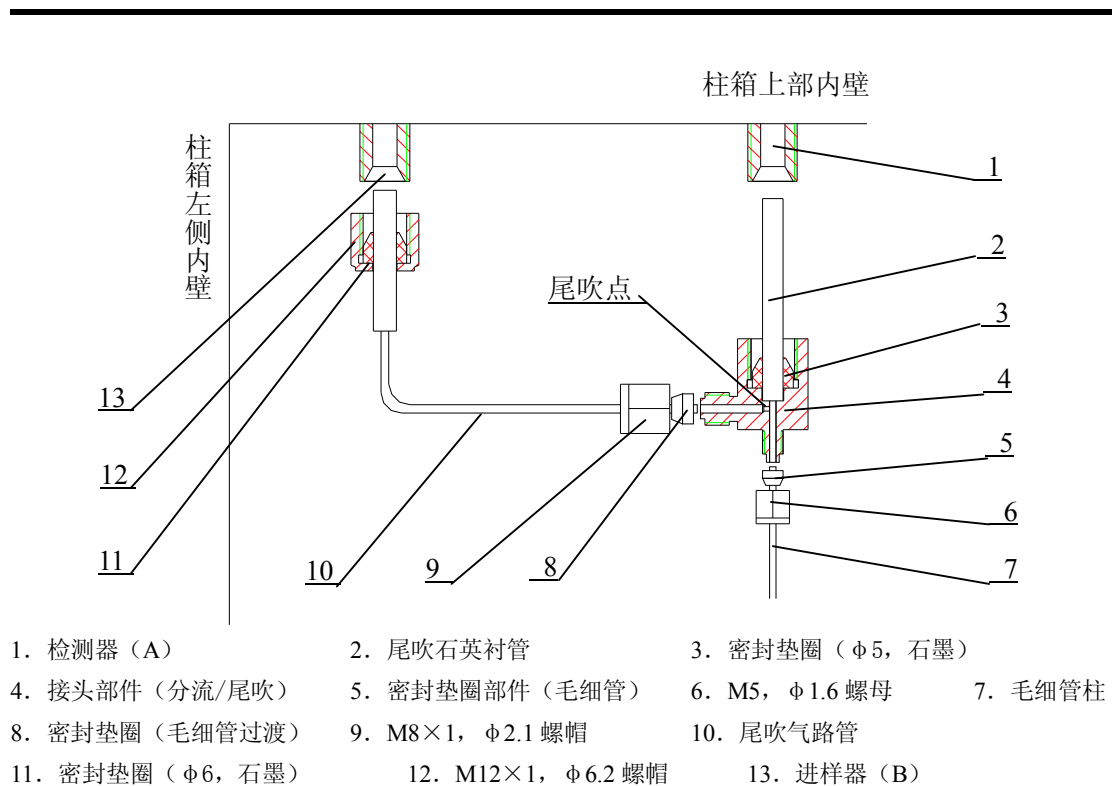
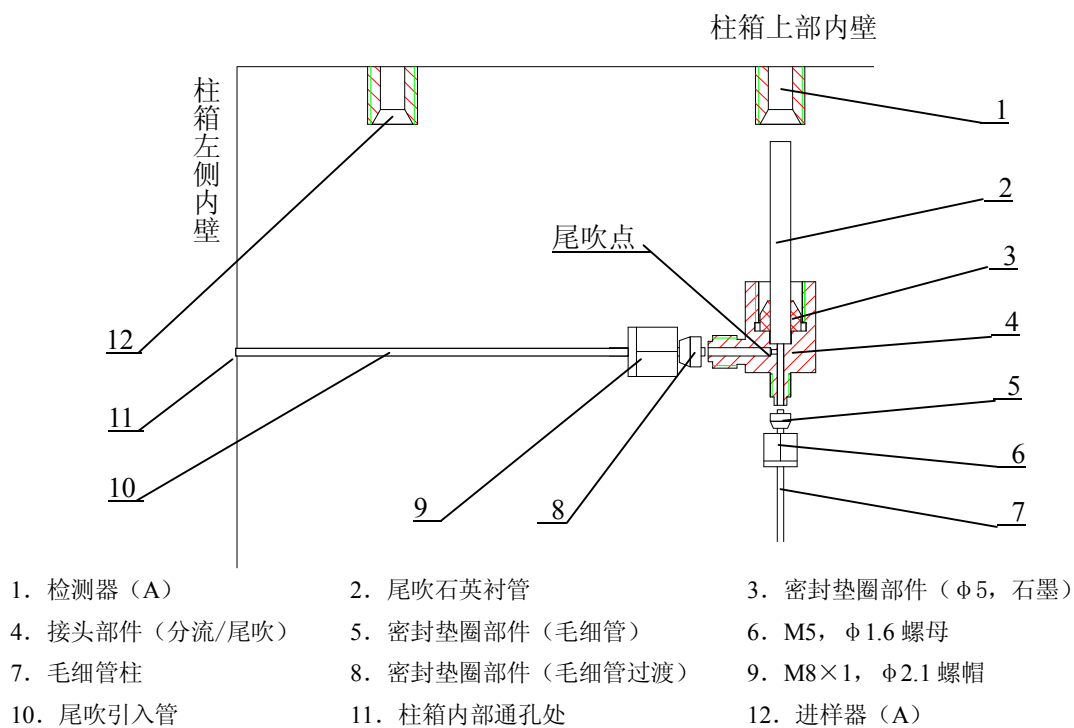

图 5-6 接头部件 (分流/尾吹) 与进样器 (B) 连接示意图
图 5-7 接头部件 (分流/尾吹) 与尾吹引入管连接示意图
配置为 GC112A-4、GC112A-5、GC112A-6 和 GC112A-7 的接头部件(分流/尾吹)与 FID 检测器的连接步骤(见图 5-6):
配置为 GC112A-1、GC112A-8 和 GC112A-9 的接头部件(分流/尾吹)与尾吹引入管连接步骤(见图 5-7):
- 4) 再用另一柱头推入安装于 FID 检测器进口端的接头部件（分流/尾吹），柱头必须伸过尾吹点。持住这个位置，用扳手将螺帽旋紧。届时，毛细管柱安装结束。参见图 5-6、图 5-7。